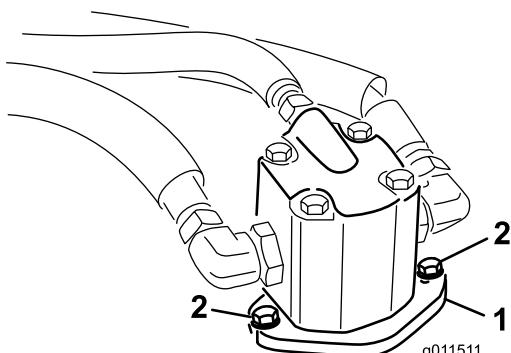

Figura 1
- Retire los pernos que sujetan el motor hidráulico a la plataforma (Figura 1). Retire el motor de la plataforma y colóquelo en una superficie limpia donde no estorbe. No dañe el acoplamiento de aluminio.